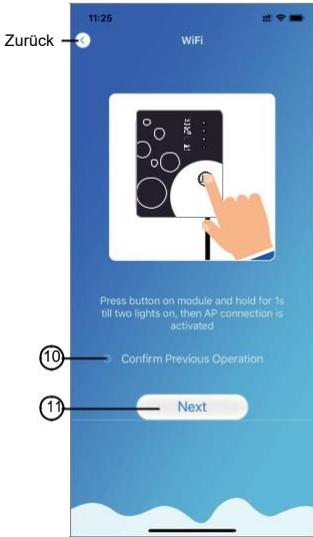

Abb.7 WIFI Modul Auf Schnittstelle
1. Folgen Sie den Anweisungen auf der Seite (Abb.7), drücken Sie die Taste auf Modul und halten Sie für 1s bis zwei Lichter eingeschaltet, dann AP-Verbindung aktiviert ist, klicken Sie auf (10), um zu bestätigen, klicken Sie auf (11), um die Seite zu drehen;
2. Klicken Sie auf (12) um das WIFI-Passwort für die aktuelle Verbindung einzugeben, klicken Sie auf (13), um zu bestätigen;